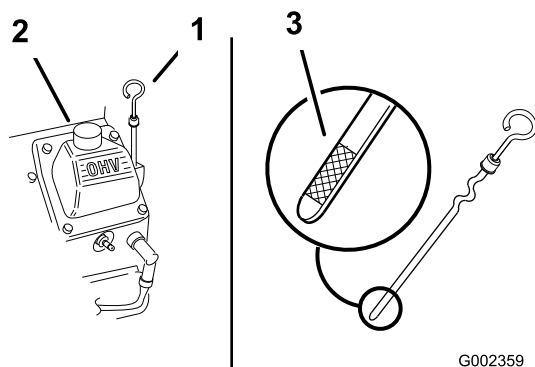

Figura 16
3. Pulite attorno all'asta di livello (Figura 16) in modo che la morchia non possa penetrare nel foro di rifornimento e danneggiare il motore.
4. Svitare l'asta di livello dell'olio e pulitene l'estremità (Figura 16).
5. Inserite a fondo l'asta di livello nel tubo di rifornimento, senza avvitarla (Figura 16).
6. Versate lentamente nel tubo di rifornimento (Figura 16) l'80% circa dell'olio indicato.